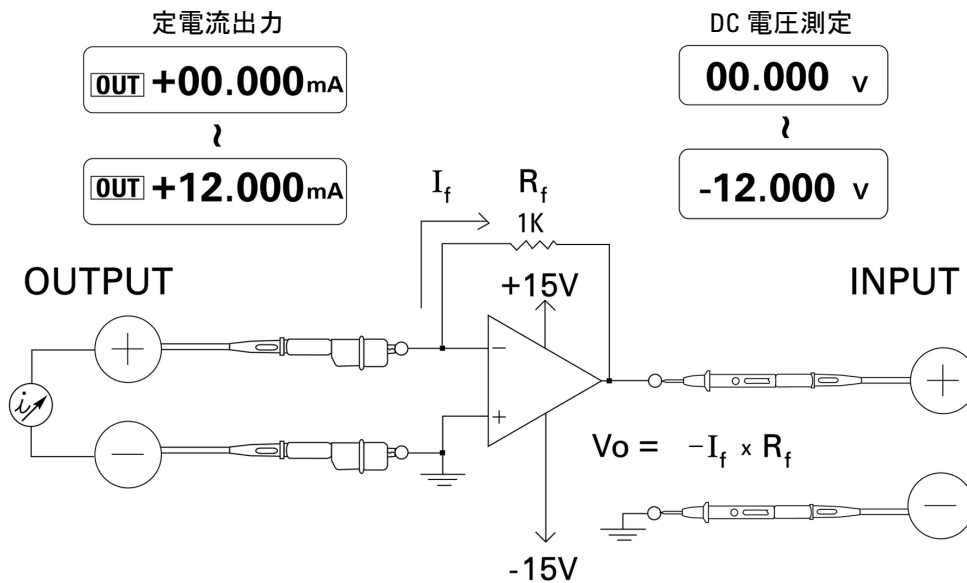

図 5-13 電流／電圧コンバータ
理想オペアンプは、電流／電圧コンバータの機能を果たすことができます。図 5-13 では、理想オペアンプは反転入力端子をアース電位に保ち、入力電流がフィードバック抵抗を通して流れるようにしています。このため、 $I_{in} = I_f$  および  $V_o = -I_f \times R_f$  となります。理想的な電流測定を実現するために、回路はバイアスをかけています。測定回路の電圧降下をゼロにしているため、回路の実効入力インピーダンスを反転入力端子で直接測定するとゼロになります。
- 5 図 5-13 に示されているように、オペアンプを接続します。